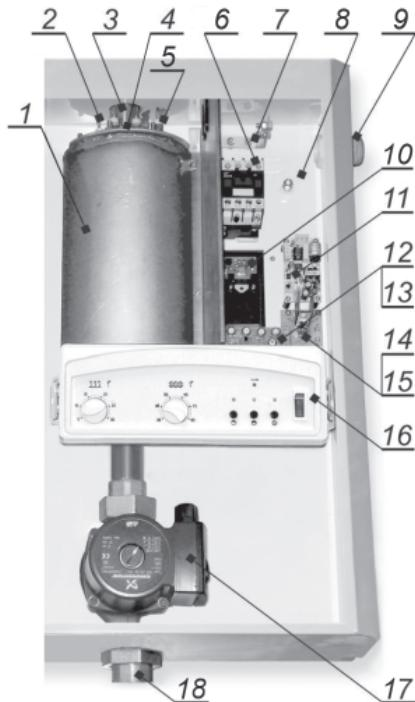

Рис. 1. Устройство электрокотла:
5.1. Отопитель состоит из следующих основных частей: теплообменника (бака), элементов силовой коммутации (систисторов, контактора), электронных плат (источника питания, измерительной платы, платы управления насосом), циркуляционного насоса (рис. 1).